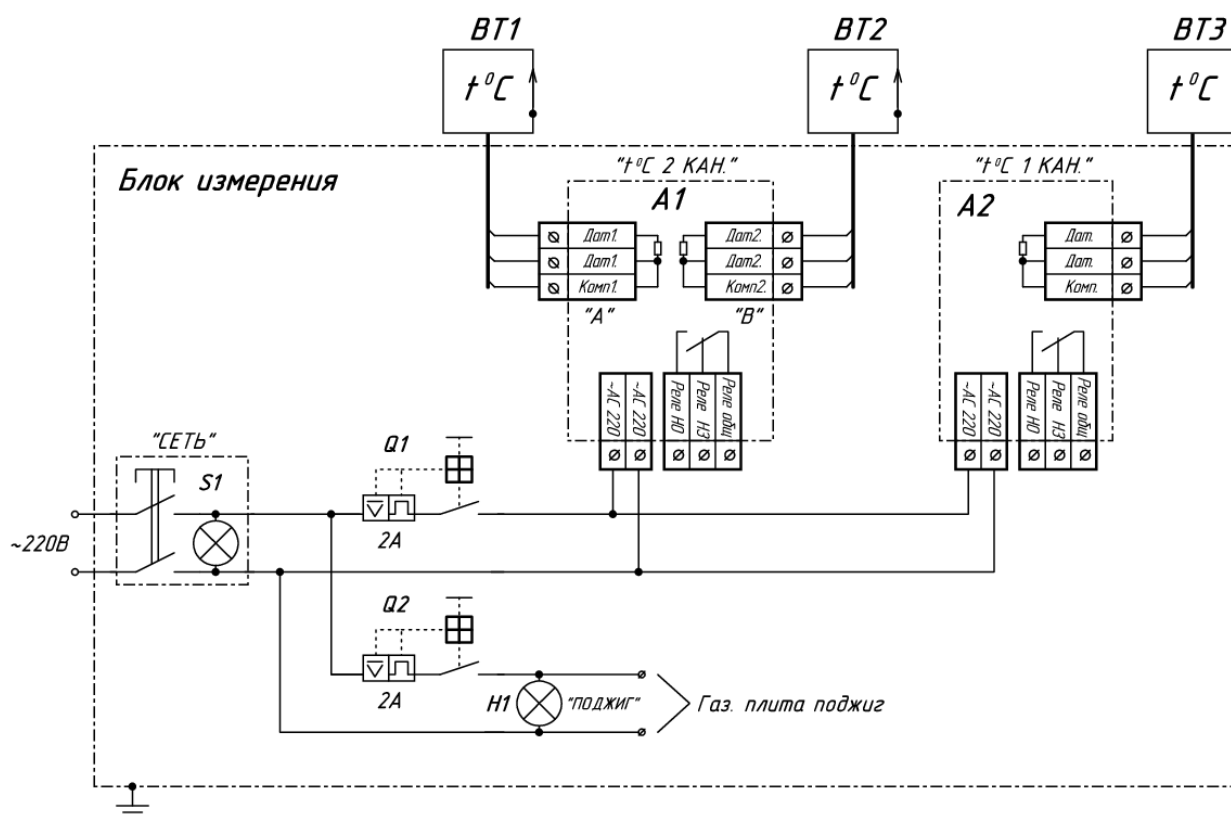

Рис. 2 – Схема електрична принципова вимірювального блоку
Электрическая схема стенда СВІ-Ф представлена на рис.2.
5.2 Посуд, що його випробовують із накривкою (якщо вона присутня) з вмістом, вказаним у таблиці 1, розміщують в центрі над джерелом нагрівання, вказаним у таблиці 2, розміщують, як показано на рис. 2.
Згідно з Рис.2 мінімальна допустима відстань від стіни «500 мм» замінено на «75 мм».